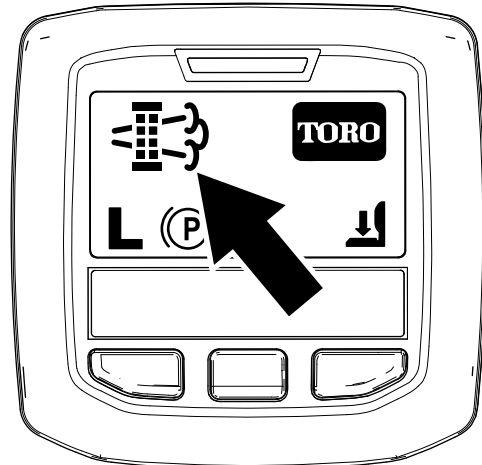

図 39
- 駐車再生やリカバリ再生が必要になると、インフォセンターに再生要求アイコン 図 39 が表示されます。